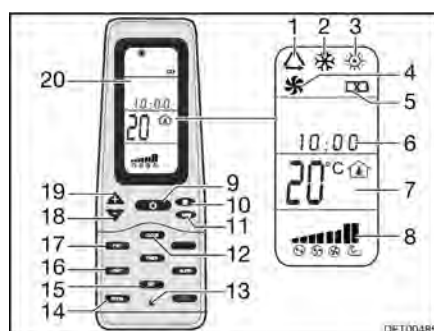

Fig. 126 Telecomando
- Premere il tasto ON/OFF (Fig. 126,9).
- Premere il tasto "Mode" (Fig. 126,11) spesso, finché la modalità desiderata (Fig. 126,1, 2, 3 o 4) viene visualizzata sul display (Fig. 126,20).
- Impostare la temperatura desiderata con i tasti "+" (Fig. 126,19) e "-" (Fig. 126,18).
- Con il tasto velocità dell'aria (Fig. 126,10) selezionare il livello desiderato per la ventola.